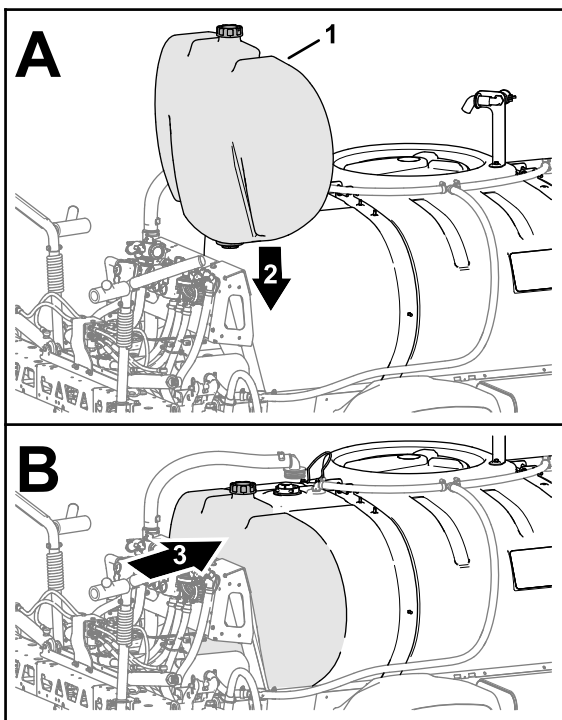

Bild 12
4. Wenn die Maschine mit dem optionalen Spülbehälter ausgerüstet ist, fluchten Sie den Behälter mit der Maschine aus, wie in **Bild 12** abgebildet.